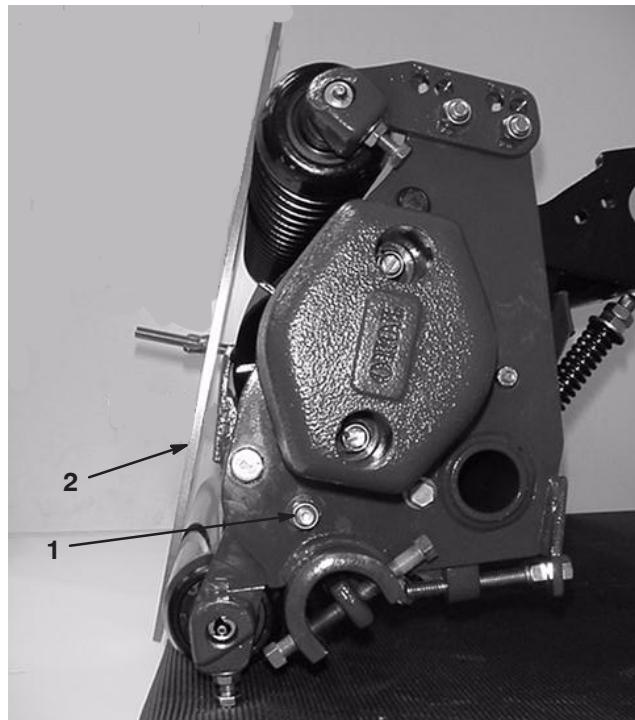

Bild 14
1. Drehen Sie das Mähwerk vertikal und legen Sie die Messlehre über die vordere und hintere Rolle (Bild 14).
2. Lösen Sie die Sicherungsmuttern, mit denen die Schnitthöhenhalterungen an jedem Ende des Mähwerks befestigt sind (Bild 14).
4. Legen Sie die Lehre über die vordere und hintere Rolle und stellen Sie die Stützschrauben so ein, dass die Unterseite des Schraubenkopfes die Schnittkante des Untermessers berührt (Bild 14).